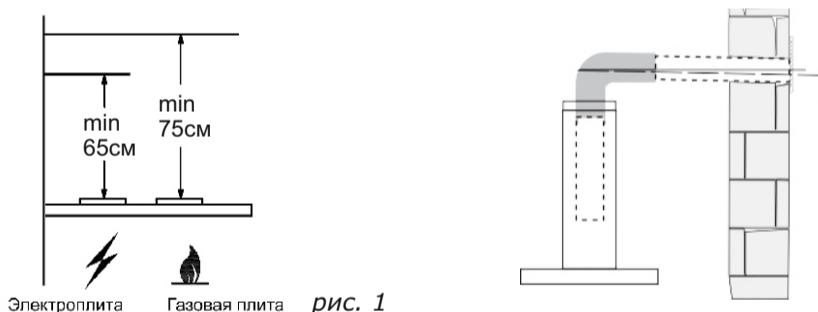

рис. 1
1.2 Вытяжку устанавливайте на высоте, как показано на рис. 1.
4.7 Устанавливайте кухонную вытяжку над плитой в соответствии с рис. 1.
- При установке вытяжки соблюдайте указания пункта 1.2 (рис. 1).